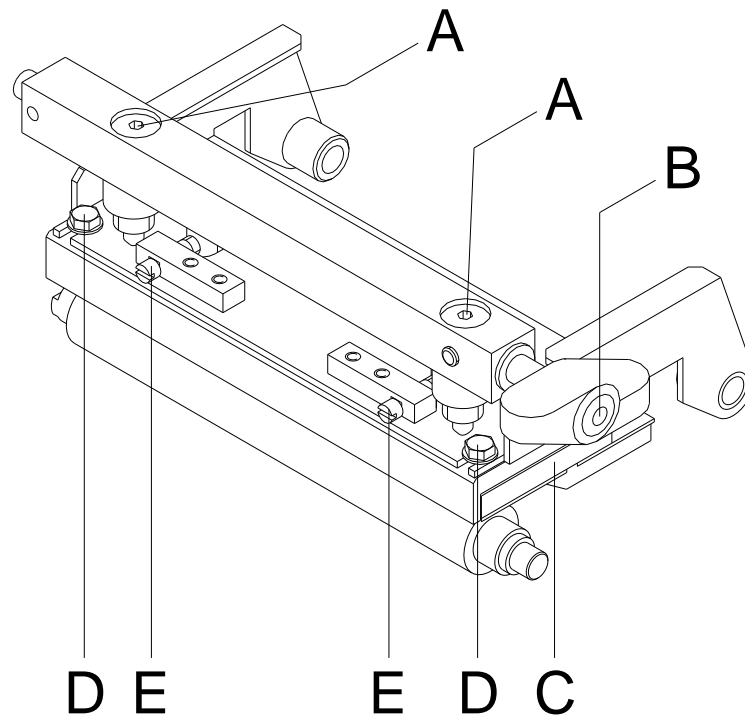

Abbildung 17
1. Schrauben (D, Abbildung 17) mit einem Sechskantschlüssel ca. $\frac{1}{4}$ Umdrehung lösen.
2. Parallelität mit den Stellschrauben (E, Abbildung 17) einstellen.
4. Schrauben (D, Abbildung 17) wieder anziehen.
1. Andruckschrauben (A, Abbildung 17) drehen, um den Druckkopfdruck zu verändern.
2. Drehen der Andruckschrauben (A, Abbildung 17) im Uhrzeigersinn ergibt eine Andruckerhöhung.
3. Drehen der Andruckschrauben (A, Abbildung 17) gegen den Uhrzeigersinn ergibt eine Andruckverringerung.